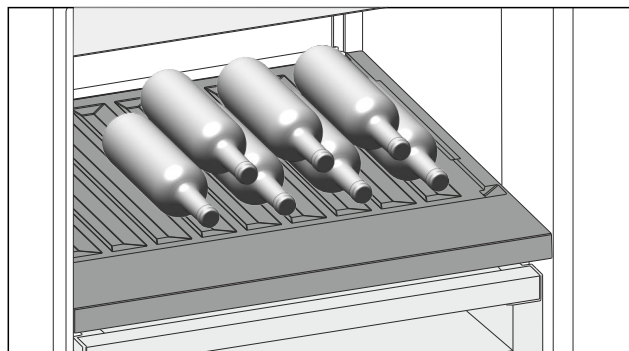

Fig. 138 Simbolična slika
- Steklenice vstavite z dnom proti zadnji steni aparata. (glejte Fig. 138)